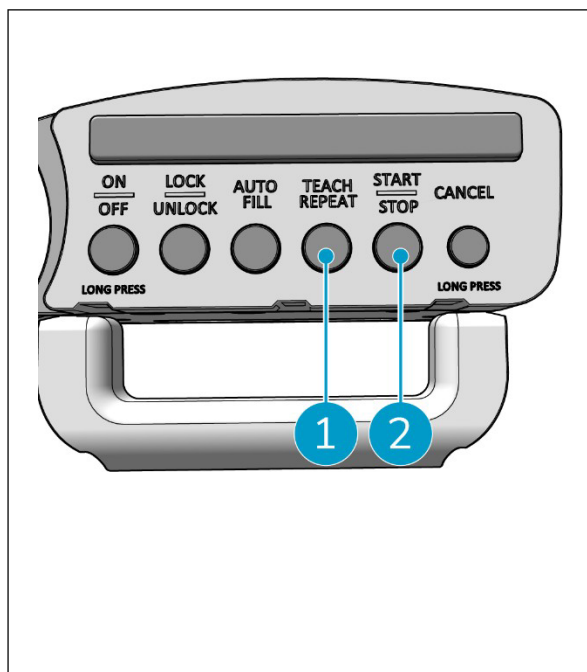

Figura 28
2. Pulse el botón Teach Repeat (Figura 28, pos. 1). El botón Teach Repeat se iluminará en blanco.
3. Guíe el i-walk alrededor de la zona que desea limpiar. Cuando llegue al punto de inicio, el botón Start/Stop (Figura 28, pos. 2) parpadeará en azul.